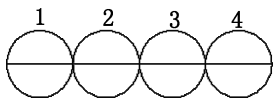

图 15-71 拉长直线
(4) 单击“默认”选项卡“修改”面板中的“拉长”按钮, 将水平直线分别向左和向右拉长2.5, 结果如图15-71所示。